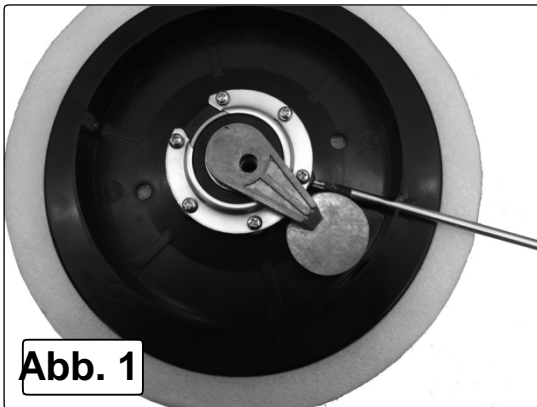

Abb. 1
5.4.2. Setzen Sie eine Stange (einen Kreuzschraubendreher oder ähnliches) in das Loch an der Seite der Scheibenhalterung ein, siehe Abb. 1.